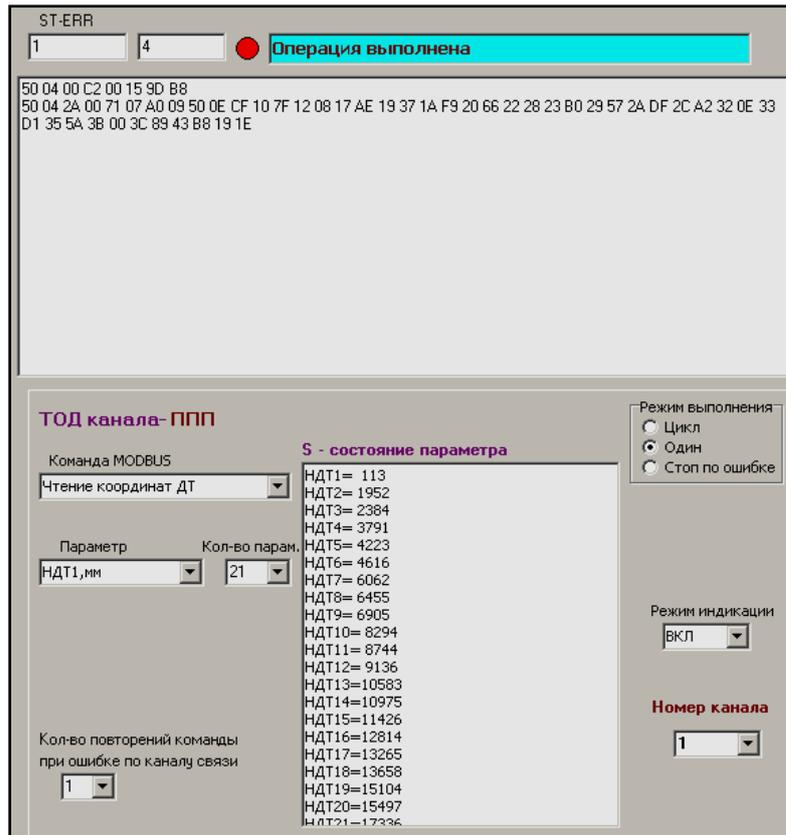

Рисунок 7.12
7.1.9.4 «Чтение координат ДТ». Команда используется для чтения координат точечных ДТ. При выборе команды на форме отображаются дополнительные параметры «Параметр» и «Кол-во парам.». Значение «Параметр» определяет начальный параметр для чтения, «Кол-во парам.» – количество параметров для чтения. «Параметр» «НДТ1, мм» – значение координаты 1-го ДТ и т.д. Если начальный «Параметр» равен «НДТ1, мм», то максимальное количество параметров для чтения в соответствии с КШЮЕ.421451.002ПО равно 21 (рисунок 7.12). Количество 21 соответствует чтению 42 регистров. Если начальный «Параметр» равен «НДТ21, мм», то максимальное количество параметров для чтения равно 1, в противном случае Slave формирует ответ-исключение.